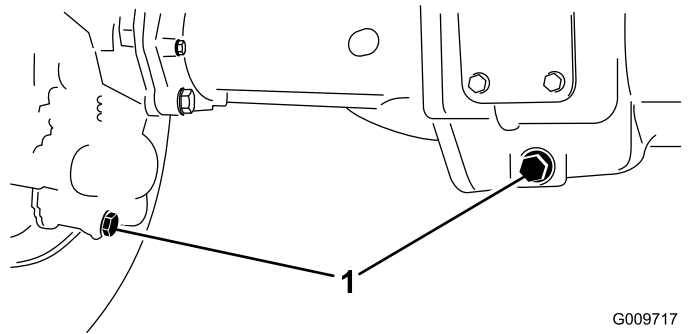

图 58
2. 清洁 3 个排油塞的周边区域——两端各 1 个中间 1 个 (图 58)。